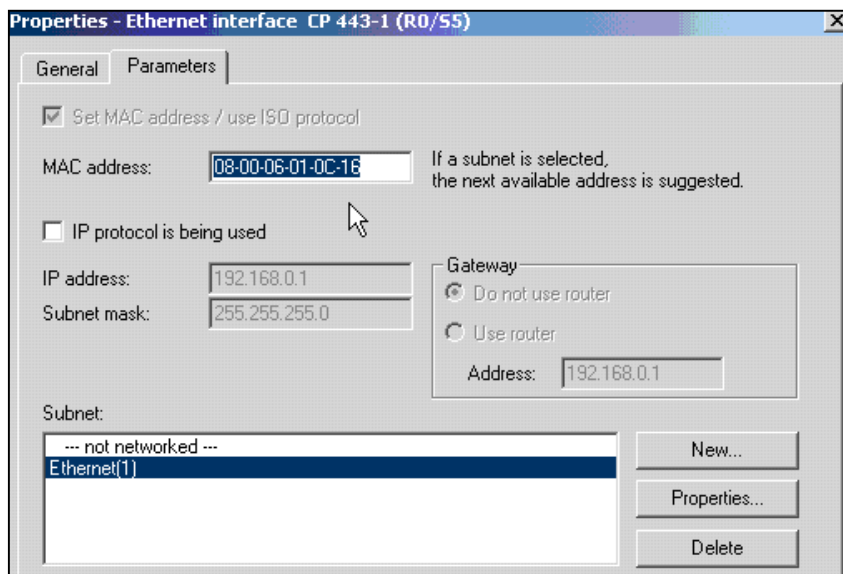

图2-5 配置以太网模板CP443-1
(4) 添加同步子模板到IF1和IF2槽位上。
(5) 添加以太网网卡并配置MAC网络地址，如图2-5所示：